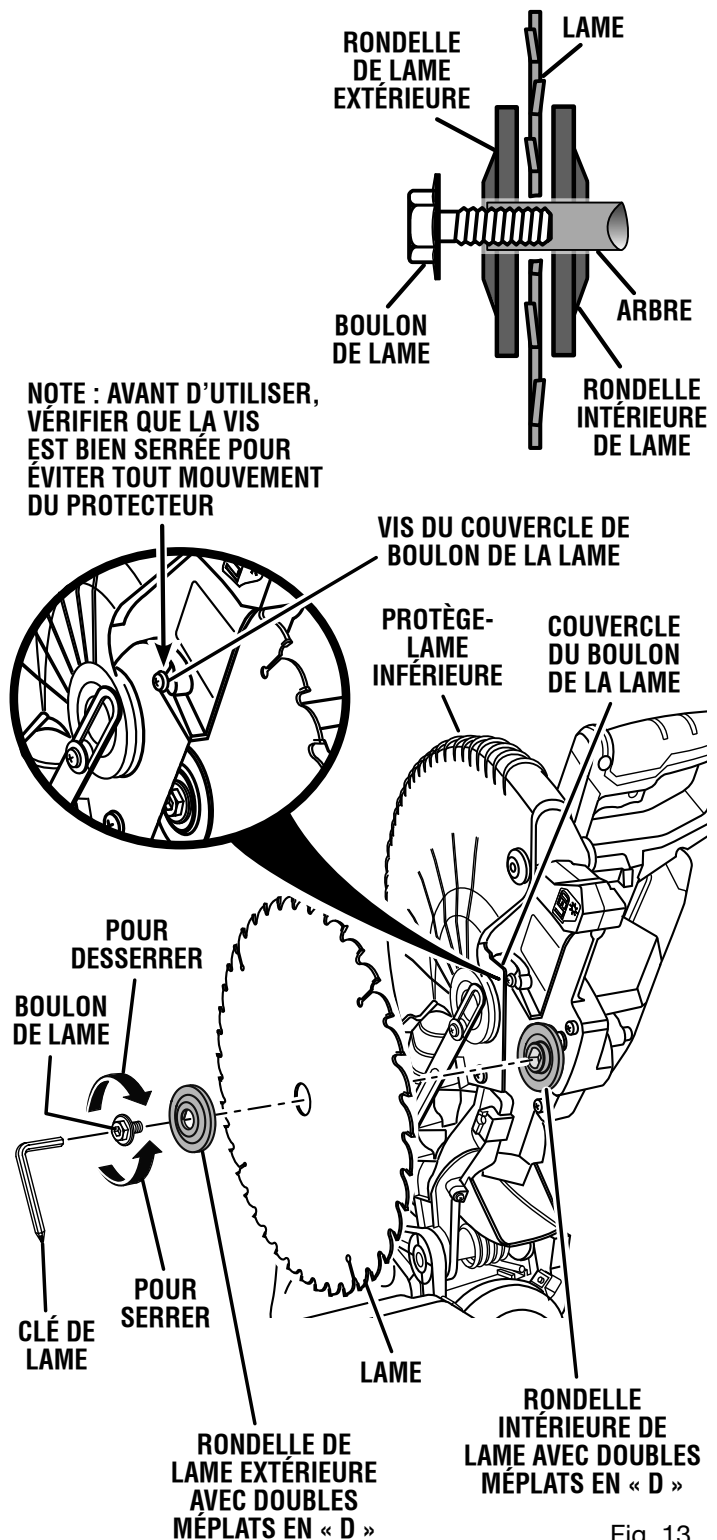

Fig. 13
Voir la figure 13.
- Insérer la lame de la scie à l'intérieur du protège-lame supérieur et sur l'épaule de la rondelle intérieure. Les dents doivent être orientées vers le bas à l'avant de la lame, comme le montre la figure 13.